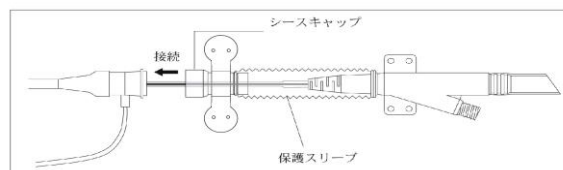

図 5. 保護スリーブ
- (6) 駆動を開始する。X 線透視下にてバルーンが十分拡張していることを確認すること。
- (7) バルーン先端位置を X 線透視下にてよく確認する。
- (8) シース挿入の場合で保護スリーブを用いる際には、先端のシースキャップの部分をシースボディにはめ込む。(図 5 参照)